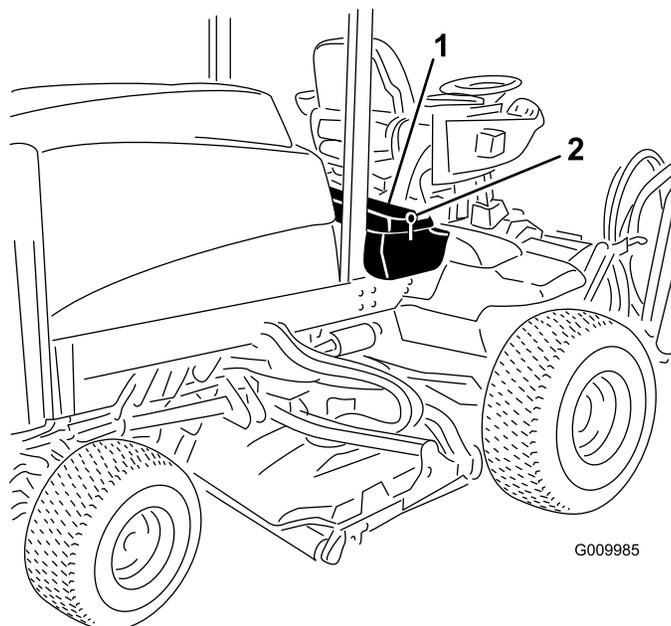
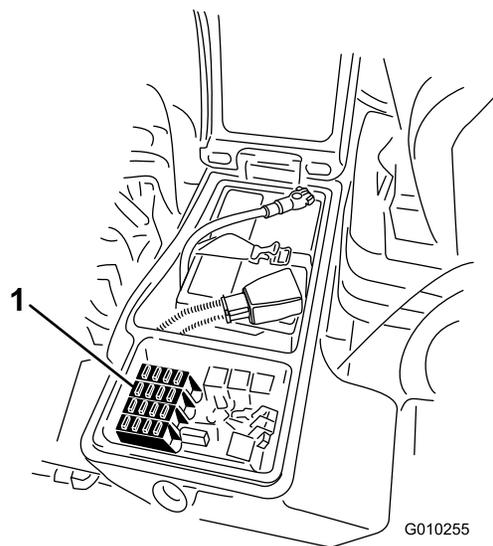

Рисунок 95
Рисунок 96
- Ослабьте фиксацию защелки крышки правого вещевого отсека и поднимите крышку (Рисунок 95), чтобы получить доступ к блоку предохранителей (Рисунок 96).
- Замените открытый плавкий предохранитель (предохранители) при необходимости (Рисунок 96).
- Закройте крышку правого вещевого отсека и зафиксируйте ее защелкой (Рисунок 95).